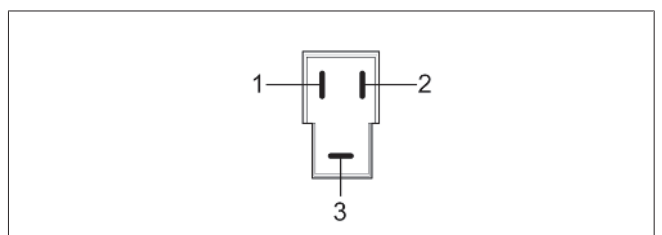

Fig. 6 Collegamenti elettrici
- Realizzare collegamenti elettrici conformi Fig. 6. Fare riferimento al capitolo 9, "Dati tecnici" a pagina 7 per i requisiti di potenza e dei fusibili. Evitare di posizionare relé per raccordi, fusibili e interruttori nelle vicinanze dei collegamenti del circuito refrigerante.